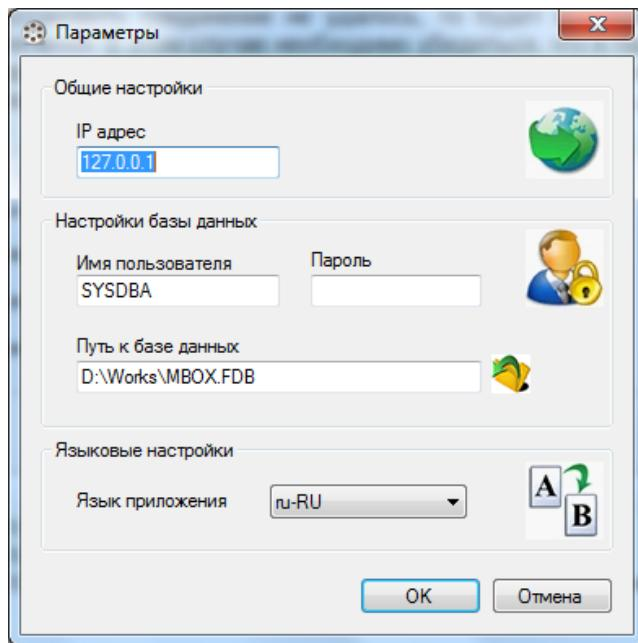

Рис.65
Данная экранная форма содержит основные настройки модуля, доступные для редактирования. Для того, чтобы вызвать форму «Параметры» необходимо выбрать пункт меню «Параметры» подпункта меню «Функции». Форма «Параметры» изображена на Рис.65.
Основная форма приложения изображена на Рис.65а. Для запуска приложения необходимо запустить файл GRD.exe. После загрузки модуль сворачивается в трей  и следит за сервером связи. Если сервер связи не загружен то модуль его запускает, а в случае зависания - перезагружает компьютер.
Рис.65а
- Индикатор соединение с сервером связи (Socket connection server), если связь есть имеет вид изображенный на рис.65б если нет то рис.65а.
Рис.65б
Основная форма приложения изображена на Рис.65в. Для запуска приложения необходимо запустить файл MSE.exe. Модуль позволяет устанавливать или снимать ограничение на запуск приложений или файлов не относящихся к АРМ ДО Сеть. Для корректной работы этого модуля пользователь «Windows» должен иметь права администратора системы.
Рис.65в
Для того чтобы запретить запуск приложений не относящихся к АРМ ДО Сеть необходимо нажать кнопку «Установить ограничения». После этого необходимо будет ввести пароль «Оператора системы» и перезагрузить компьютер рис.65г.
Рис.65г
После перезагрузки компьютера, программы на которые наложено ограничение работать не будут и появится соответствующее предупреждение рис.65д.
Рис.65д
Для того чтобы снять ограничение на запуск приложений не относящихся к АРМ ДО Сеть необходимо нажать кнопку «Снять ограничения». После этого необходимо будет ввести пароль «Оператора системы» и перезагрузить компьютер рис.65г.
При выключенных ограничениях модуль иметь вид рис.65в, при включенных рис.65ж.
Рис.65ж